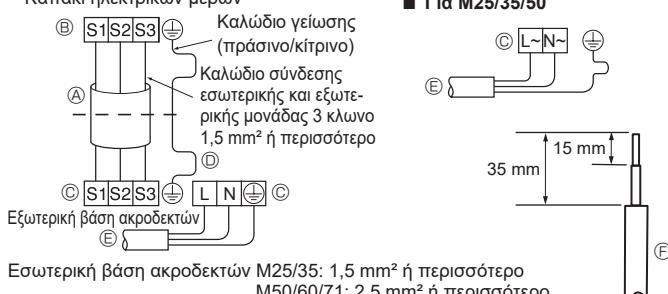
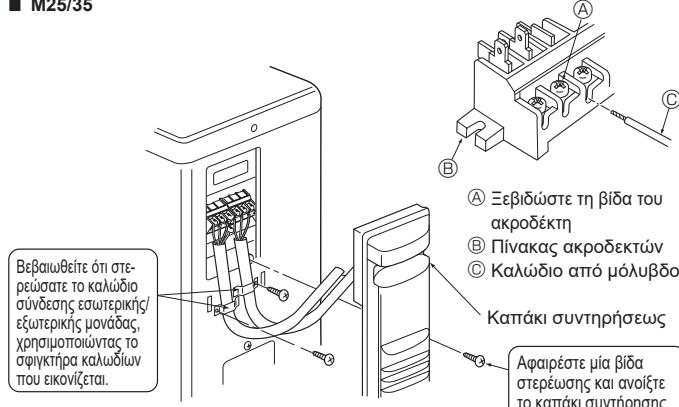
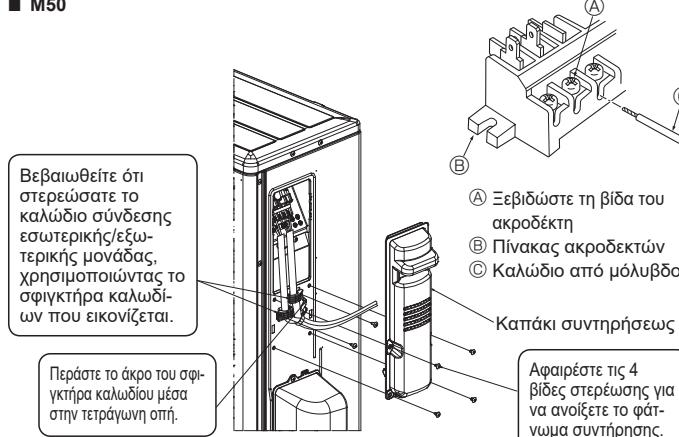
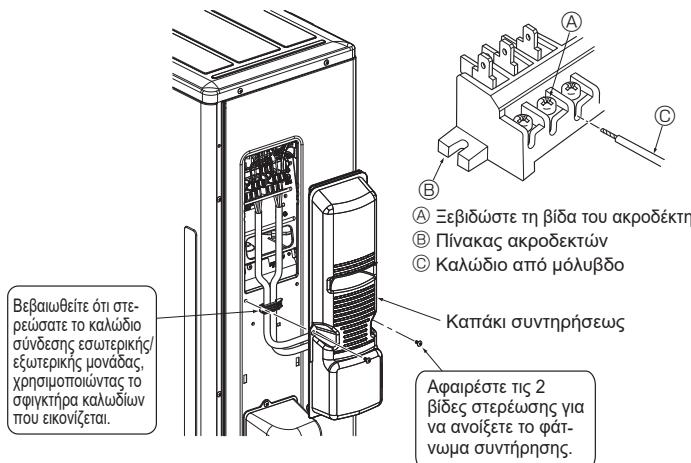

Fig. 6-2
Fig. 6-3
Fig. 6-4
Fig. 6-5
### 6.1. Εξωτερική μονάδα (Fig. 6-1, Fig. 6-2, Fig. 6-3, Fig. 6-4, Fig. 6-5)
- ① Βγάλτε το καπάκι συντήρησης.
- ② Συνδέστε τα καλώδια σύμφωνα με τις Fig. 6-1, Fig. 6-2, Fig. 6-3, Fig. 6-4 και Fig. 6-5.
(Προμηθευτέτε το καλώδιο επί τόπου) (Fig. 6-2)